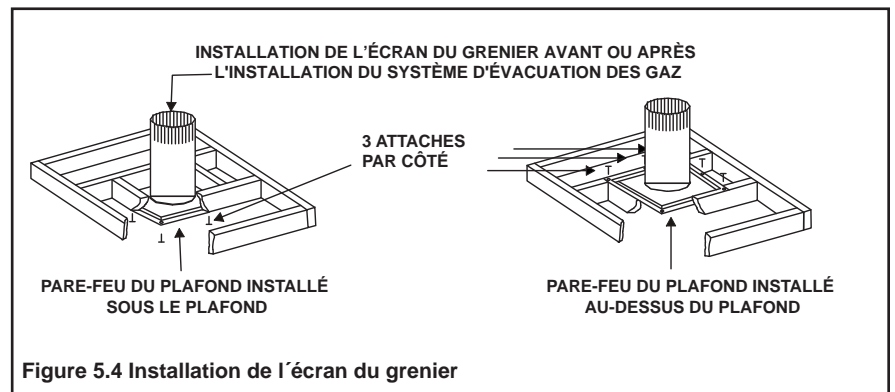

Figure 5.4 Installation de l'écran du grenier
- Le pare-feu du plafond peut être installé sur ou sous les poutres de soutien du plafond, lorsqu'il est installé avec un écran d'isolation de grenier. Il doit être sous les poutres de soutien entre les planchers non isolés. Voir la figure 5.4.